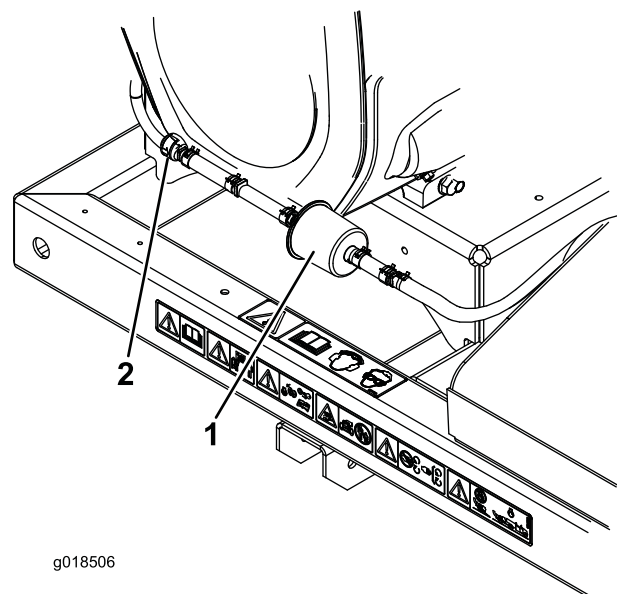

Figura 19
- Afastos os grampos do tubo do tipo mola em ambos os lados do filtro da linha de purga do recipiente de carbono para longe do filtro (Figura 19).
- Retire e deite fora o filtro de carbono (Figura 19).
- Instale um novo filtro no tubo com a seta no filtro a apontar na direcção da válvula de verificação e prenda-o com os grampos de tubo (Figura 19).